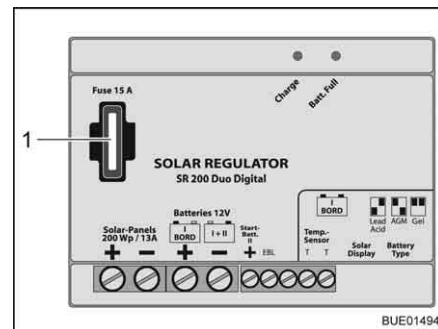

Fig. 188 Fusible pour régulateur de panneau solaire 200 W
- Changer le fusible plat 15 A/bleu (Fig. 188,1).